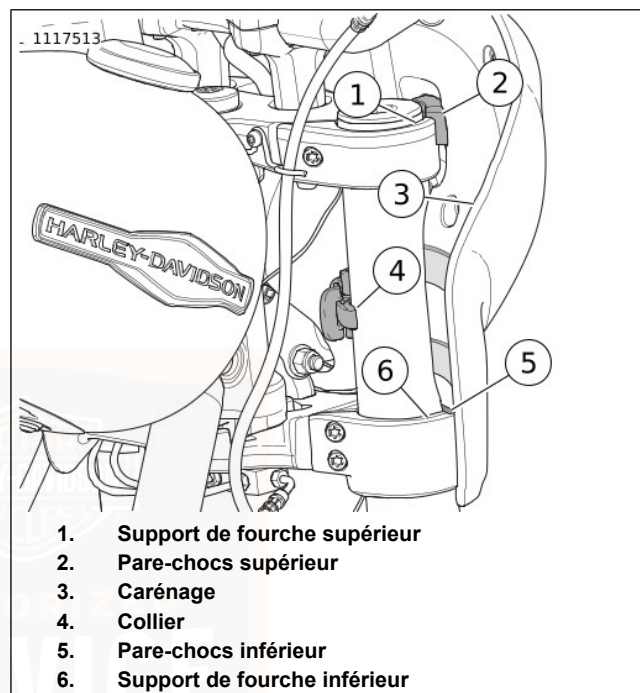

Figure 37. Carénage posé
1. Voir Figure 37. Déposer le carénage.
- Ouvrir les colliers de serrage (4).
- Chevaucher le garde-boue. Soulever le carénage (3) au-dessus du phare.
- b. Ouvrir les colliers de serrage (4).
- c. Chevaucher le garde-boue avant. Placer le carénage au-dessus du phare et sur la fourche avant (5).
- d. Voir Figure 37. Placer le pare-chocs supérieur (2) sur le support de fourche supérieur (1).
- e. Vérifier que le pare-chocs inférieur (5) repose sur le support de fourche inférieur (6).